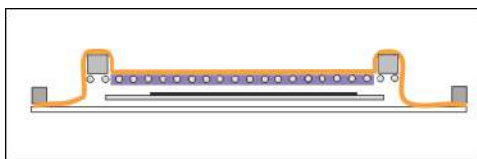

Imagen 222\_03
**E-** Se conecta el motor de vacío que extrae, por medio de una manguera, todo el aire contenido entre la pantalla de goma y el vidrio. La presión ejercida por la succión genera el contacto (Imagen 222\_03)